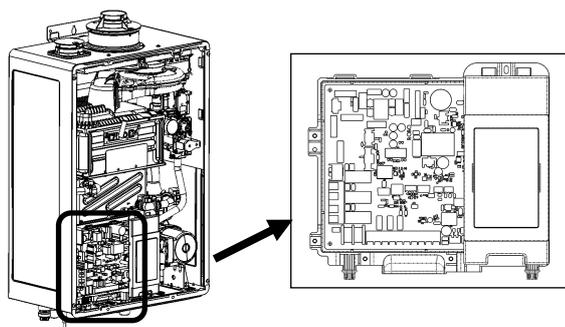

Figura 18: Placa de circuito impreso
3. Localice la placa de circuito impreso en la esquina inferior izquierda de la caldera (Figura 18).